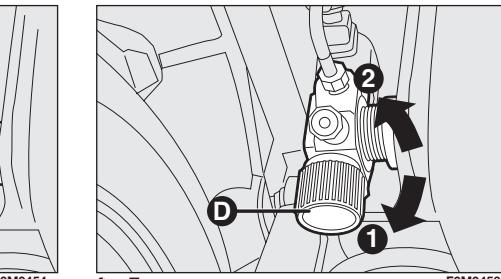

fig. 7
Per chiudere i rubinetti **D**-**fig. 7**: ruotare la manopola secondo il senso (1) indicato dalla freccia (in senso orario **OFF**)
Per aprire i rubinetti **D**-**fig. 7**: ruotare la manopola secondo il senso (2) indicato dalla freccia (in senso antiorario **ON**)